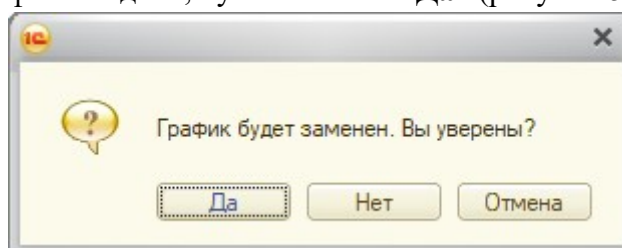

Рисунок 5
3.1.7 для замены графика выдачи, нужно нажать «Да» (рисунок 5)